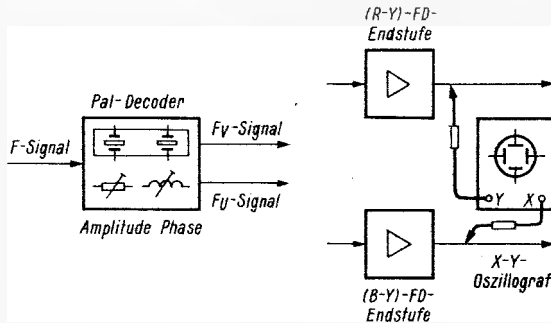

Bild 108. Meßanordnung bei Abgleich des Pal-Decoders nach der Phasendurchlaufmethode mit X-Y-Oszillografen
2. X-Y-Oszillograf an den (B - Y)- und (R - Y)-FD-Verstärker ausgang anschließen (Bild 108), und zwar Y-Eingang: (R - Y), X-Eingang: (B - Y).